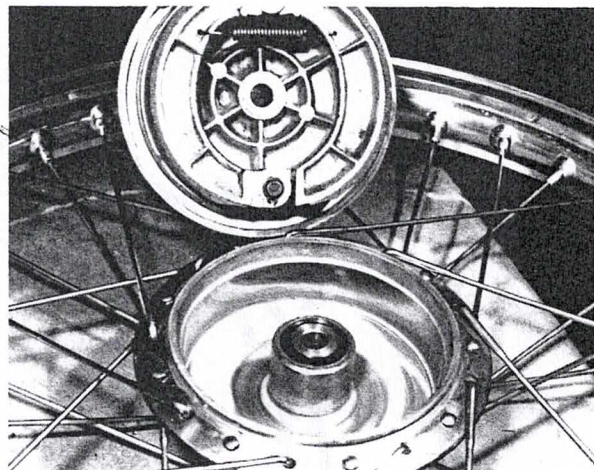
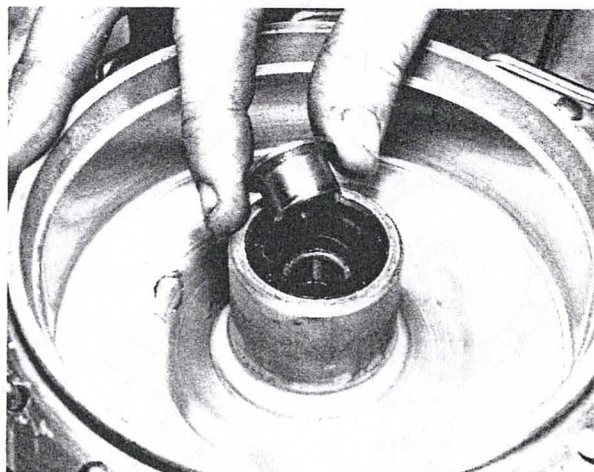

Bild 165
Bild 166
- Nach dem Ausbau des Vorderrades kann der Bremsträger aus der Vorderradnabe herausgehoben werden (Bild 165). Auf die kleine Distanzbüchse in der Radnabe achten, durch welche die Radachse führt (Bild 166); sie wird leicht verloren.